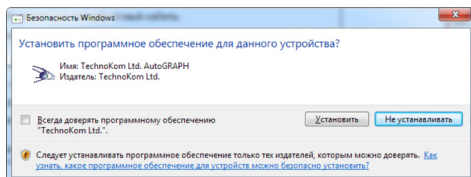

Рис.100. Предупреждение системы.
- В ответ на предупреждение системы нажмите кнопку «Установить» и продолжите установку (Рис.100).